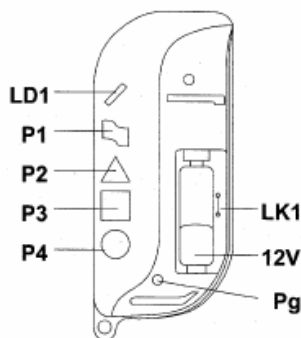

Fig. 2
- 2) Vervang de 12V-batterij mod. 23 A, en plaats deze in de ruimte volgens de polariteiten die worden aangegeven op fig. 2
- 2) Remplacer la pile de 12 V mod. 23 A en les plaçant dans le logement et en respectant la polarité d'après la fig. 2